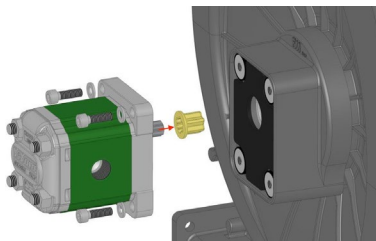

FIGURA 8
- Rimuovere e ispezionare il giunto elastico (FIGURA 8).